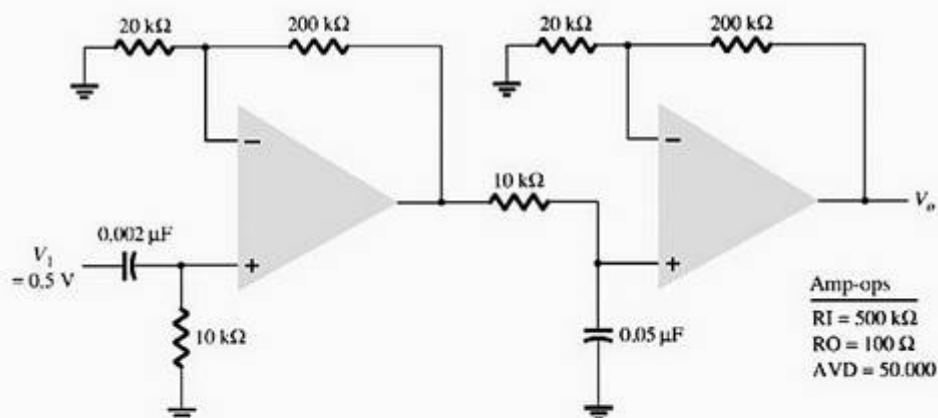

Figura 14.64 Problema 22.
- * 22. Utilize o Design Center para traçar a resposta do circuito do filtro passa-banda da Figura 14.64.